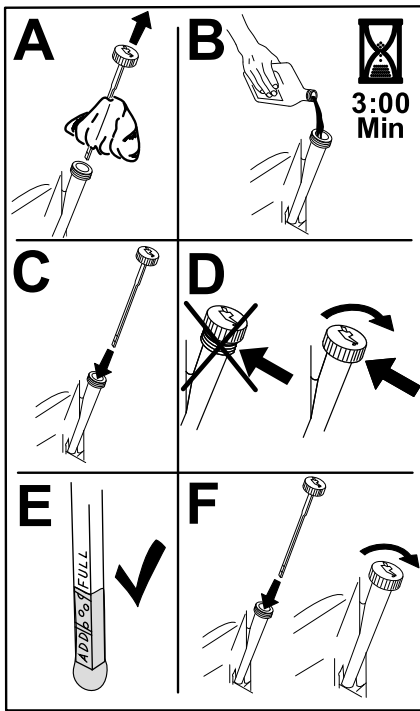

図 42
6. 所定量の 80% 程度のオイルをゆっくり入れ、そこから、残りの量を注意深く足してFULLマークまで入れる図 42。